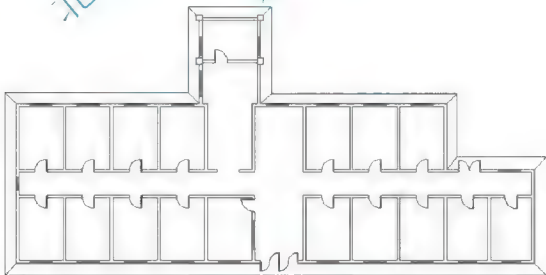

图 2-99 形成所有门窗
(5) 用前面已经学过的【阵列】、【复制】和【镜像】命令，将绘制出的门窗复制到其洞口内并修改门窗的开启方向，结果如图 2-99 所示。